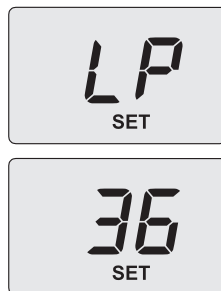

Рис. 9.9
- Выберите параметр **1** и нажмите кнопку 12 (Рис. 9.6) для подтверждения. На дисплее появится код **LP**, загорающий поочередно в минимальной температурой в системе горячего водоснабжения (Рис. 9.9).